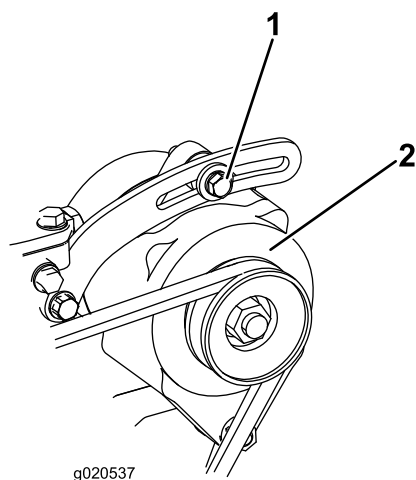

Figura 69
Controllate lo stato e la tensione della cinghia (Figura 69) ogni 100 ore di servizio.
- Se l'inflessione non è di 10 mm, allentate i bulloni di fissaggio dell'alternatore (Figura 69). Aumentate o riducete la tensione della cinghia dell'alternatore e serrate i bulloni. Controllate di nuovo l'inflessione della cinghia per accertare che sia esatta.